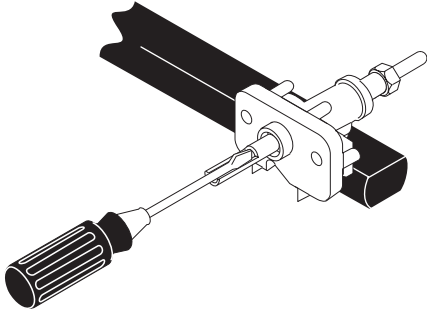

Figura 22: Gire para ajustar la llama de superficie
5. Introduzca un destornillador delgado en la varilla hueca de la válvula y ajústelo sobre el tornillo que se encuentra adentro (Figura 22). El tamaño de la llama se puede aumentar o reducir girando el tornillo.